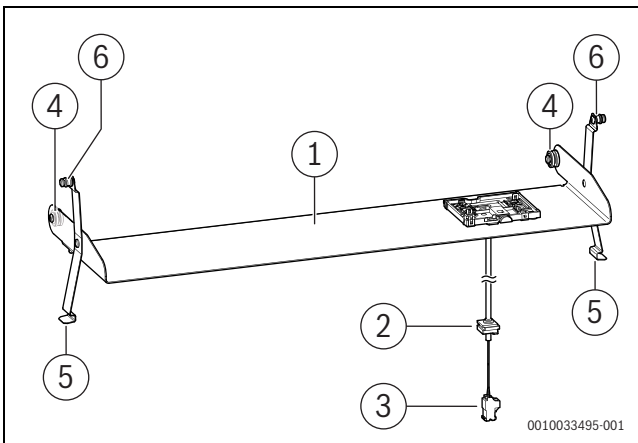

Рис. 96 Комплектующие CS 36
Чтобы пользоваться пультом управления CW 400 для котла, потребуется установить встраиваемый модуль (дополнительное оборудование CS 36) (→ рис. 96, [1]).
- ▶ Заведите ролики (→ рис. 96, [4] встраиваемого модуля в боковые панели облицовки бойлера.
- ▶ При помощи металлических пружин (→ рис. 96, [5]) зафиксируйте в горизонтальном положении.
- ▶ Заведите выступы (→ рис. 96, [6]) с обеих сторон встраиваемого модуля в переднюю часть облицовки бойлера и зафиксируйте.